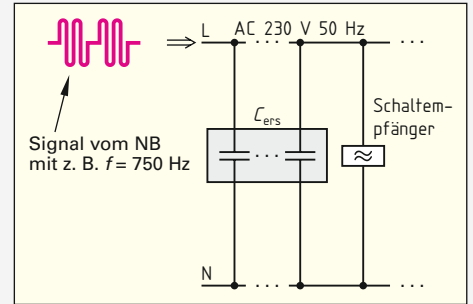

Bild 1: Kondensatoren in Anlagen mit Rundsteuersignalen
6. Mithilfe eines Rundsteuersignals mit einer Frequenz von z.B. 750 Hz kann ein NB z.B. öffentliche Straßenbeleuchtungen zentral ein- und ausschalten oder die Hoch- und Niedertarifumschaltung für verschiedene Verbraucher vornehmen. Warum kann ein solches hochfrequentes Rundsteuersignal einen Schalterempfänger nicht erreichen, wenn im selben Netz viele Kondensatoren (C_{ers}) parallel geschaltet sind (**Bild 1**)? Begründen Sie Ihre Aussage.